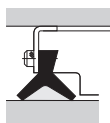

図1 SE形、SEB形のワイパ
- (1) LMローラーは、防塵が不完全で転動面に異物を噛み込むと排除されにくくなっています。転動面やLMローラーを著しく損傷する場合がありますので、防塵には特に注意してください。
- (2) LMローラーの取付金具SE形、SEB形には、特殊ゴムのワイパがセットされていますので防塵効果を高めます。なお取付時に図1のようにダブルリップの間にグリースを封入するとより効果的です。